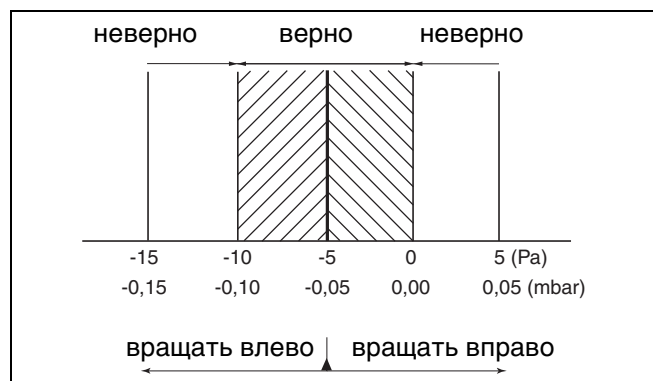

Рис. 82 Разница газ/воздух при низкой нагрузке
- Снять показание разницы давления в сервисном режиме. Разница давления ($p_{\text{газ}} - p_{\text{воздух}}$) должна составлять -5 Па ($\pm 5 \text{ Па}$) (индикация на измерительном приборе: -10 до 0 Па) (рис. 82).